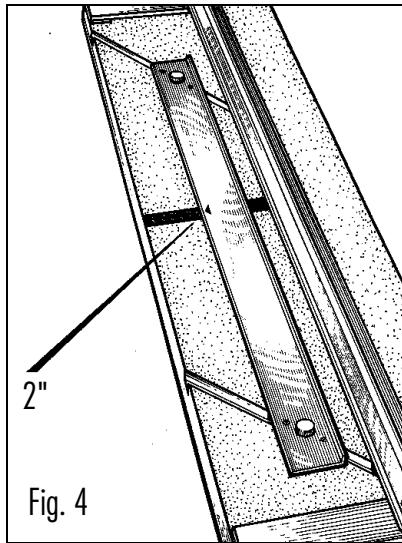

Fig. 4
- 4 Mit Bleistift Hilfslinien ziehen. Diesen Vorgang für alle Seiten wiederholen (Fig. 4).